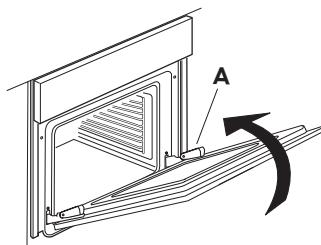

Fig. 2
3. Închideți ușă cât mai mult (A), ridicați-o (B) și rotați-o (C) până când se deblochează (D) (Fig. 2, 3, 4)